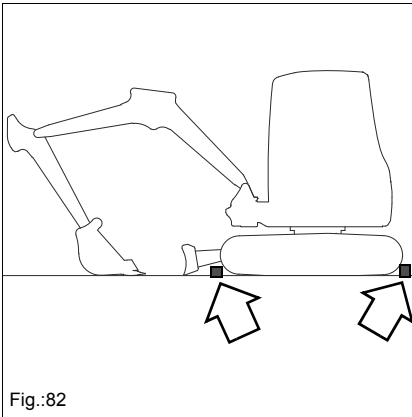

Fig.:82
9. Aplicar los seguros necesarios en las orugas (p. ej. cuñas de calce, tacos), según se muestra en Fig. 82.